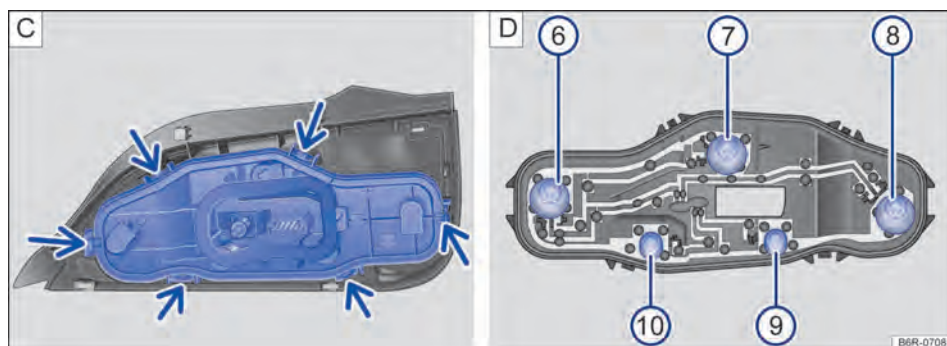

Fig. 110 Lanterna traseira: C: desinstalar o suporte da lâmpada, D: desinstalar a lâmpada incandescente.
9. Para destravar o suporte das lâmpadas, pressionar cada lingueta de travamento (setas) → Fig. 110 C no sentido das setas.
11. Para remover as lâmpadas incandescentes queimadas → Fig. 110 D, pressionar a lâmpada contra o suporte e girar no **sentido anti-horário** para removê-la.
15. Instalar o suporte das lâmpadas na lanterna traseira. As linguetas de travamento → Fig. 110 C (setas) devem encaixar de forma audível.
A localização e a identificação das lâmpadas incandescentes → Fig. 110 D estão relacionadas a seguir: